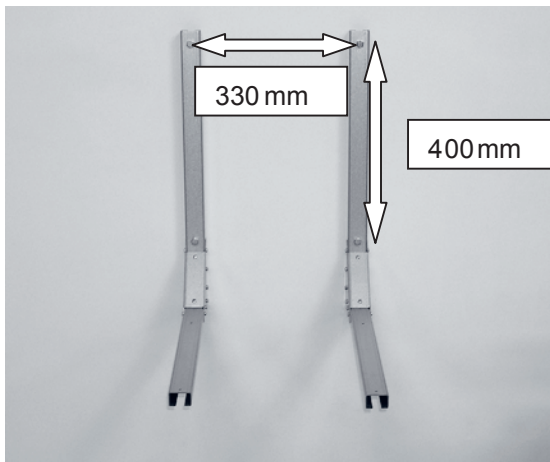

Bild 1
1. Schrauben Sie die Konsole mit 4 Stck 8 mm Schrauben in einem Zentrumabstand von 330 mm an der Wand fest (siehe Bild 1). Beachten Sie, dass sich die horizontalen Schienen in waage-rechter Lage befinden müssen.